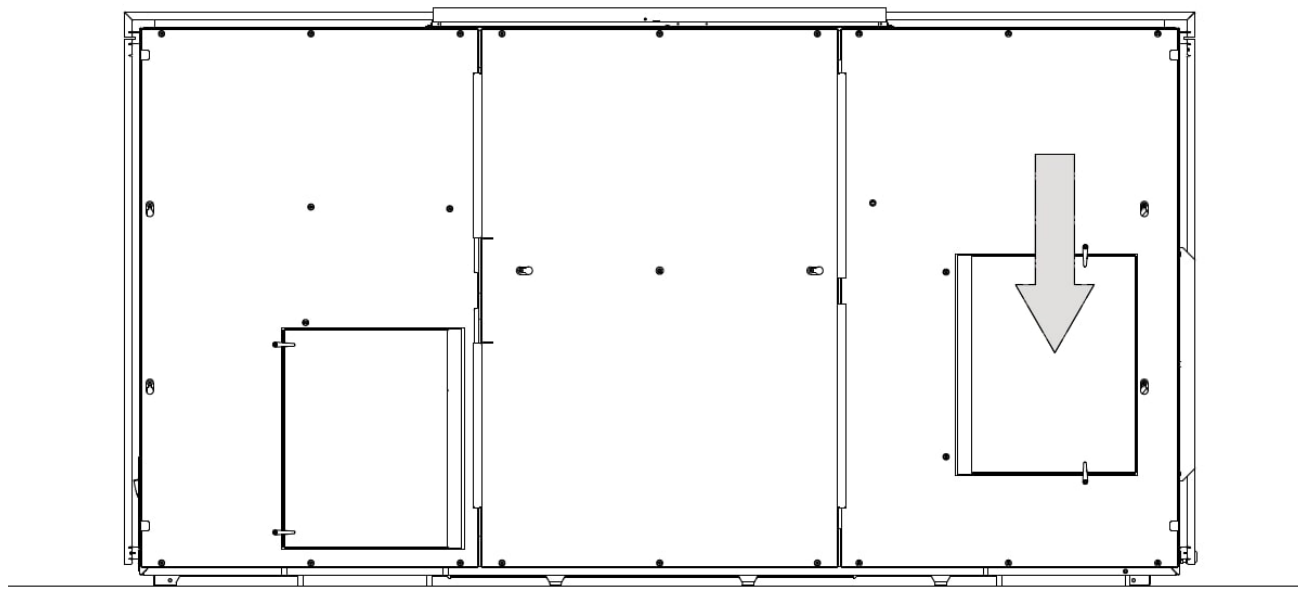

Figur 46: Løft højre sideplade over på hængslerne
11. Løft pladen op og over på hængslerne, ligesom du gjorde på den anden side, se Figur 46. Sørg for, at hængslerne til filterlemmen er lukkede, før du løfter stålpladen.